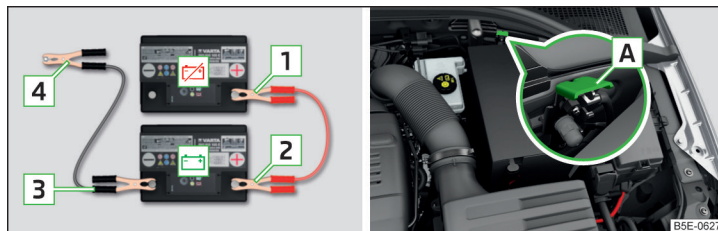

Fig. 336 Ayuda de arranque:  - batería descargada,  - batería que suministra corriente / punto de masa del motor en el sistema START-STOP
- En vehículos **con** el sistema START-STOP, fijar el borne **4** en el punto de masa del motor **A** » fig. 336.